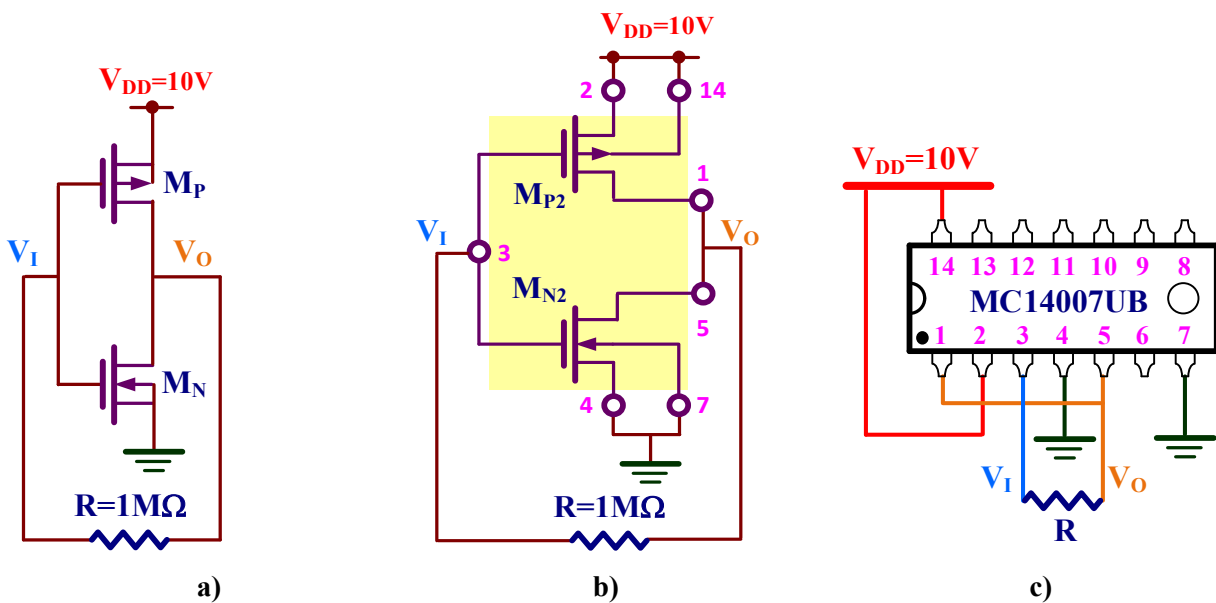

Figura VIII.6. Circuito inversor CMOS: a) Esquema; b) Implementación con el MC14007UB; c) Descripción del cableado para realizar el montaje.
E) Montar el circuito inversor CMOS de la figura VIII.6 y medir las tensiones V_I y V_O . Identificar la región de operación de cada uno de los transistores.
Análisis teórico. En el circuito inversor CMOS de la figura VIII.6.a se observa que la corriente que circula por la resistencia R es 0 ya que está conectada a la puerta de los transistores NMOS y PMOS. Esto hace que $V_I = V_O$. Por otra parte, por inspección de este circuito se observa